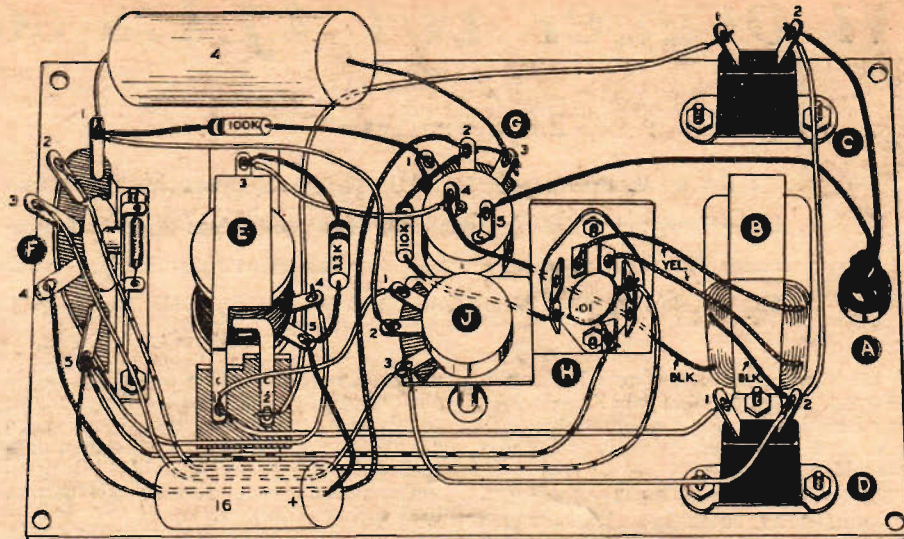

Fig. 5
Allt är nu klart för ledningsdragning och denna börjar med att transformatorns svarta ledning (BLK) närmast panelen klipps till en längd av ca 75 mm. De dras ut genom öppningen mellan fästet och transformatorn. Fig. 5 visar hur dragningen utförs. Ledningen kopplas till G4 (NS), vilket innebär att den ska dras till potentiometerns G stift 4 och beteckningen (NS) betyder att den ännu inte ska lödas. Beteckningen (S) anger att lödning ska ske.
60 mm och ena ledningen kopplas till H3 (S) och den andra till H4 (S). D2 (NS) och C2 (NS) sammanbinds med en ledning likaså H1 (S) och G2 (NS), (OBS! Här stämmer inte fig. 5 med kopplings-schemat då ändringar har gjorts. Följ beskrivningen och kopplings-schemat.), E2 (S) och C1 (S), G4 (S) och E3 (NS), E4 (S) och F5 (NS). F5 (NS) och H7 (NS) samt F2 (S) och H5 (NS). Kapa ledningarna till $0,01 \mu\text{F}$ skivkondensatorn till ca 20 mm och koppla ena ledningen till H7 (S) och den andra till H5 (S). Därefter dras en ledning mellan E1 (S) och JL (S), F3 (S) och J3 (NS), J3 (S) och D2 (S), samt F4 (S) genom G2 (S) till G3 (NS). Koppla 10 kohms-motståndet (brun-svart-oranger) från J2 (S) till FL (NS) (OBS! Här stämmer inte fig. 5 med kopplings-schemat då ändringar har gjorts. Följ beskrivningen och kopplings-schemat.) Koppla 100 kohms motståndet (brun-svart-gul) mellan F1 (NS) och G1 (S), 3,3 kohms och 4 kohms motståndet (orange-orangeröd och gul-svart-röd) mellan E3 (S) och E5 (S). Kapa den positiva ledningen (röd) på $16 \mu\text{F}$ kondensatorn till ca 30 mm och koppla den till E5 (S). Kapa den negativa ledningen till ca 20 mm och koppla den till F5 (S). Koppla $4 \mu\text{F}$ kondensatorn mellan F1 (S) och G3 (S).